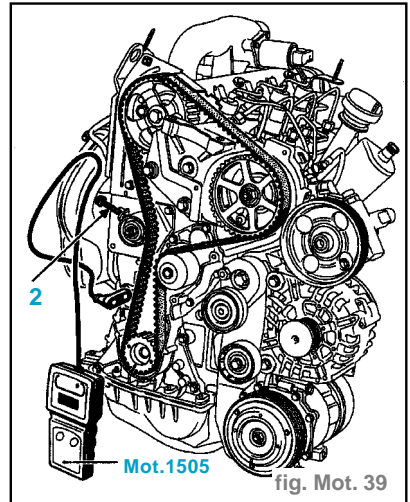

fig. Mot. 39
- Placer la capteur du Mot.1505. (fig. Mot. 39)
- Tendre la courroie jusqu'à l'obtention de la valeur de pose préconisée 88 ± 3 HZ en agissant sur la vis (2).